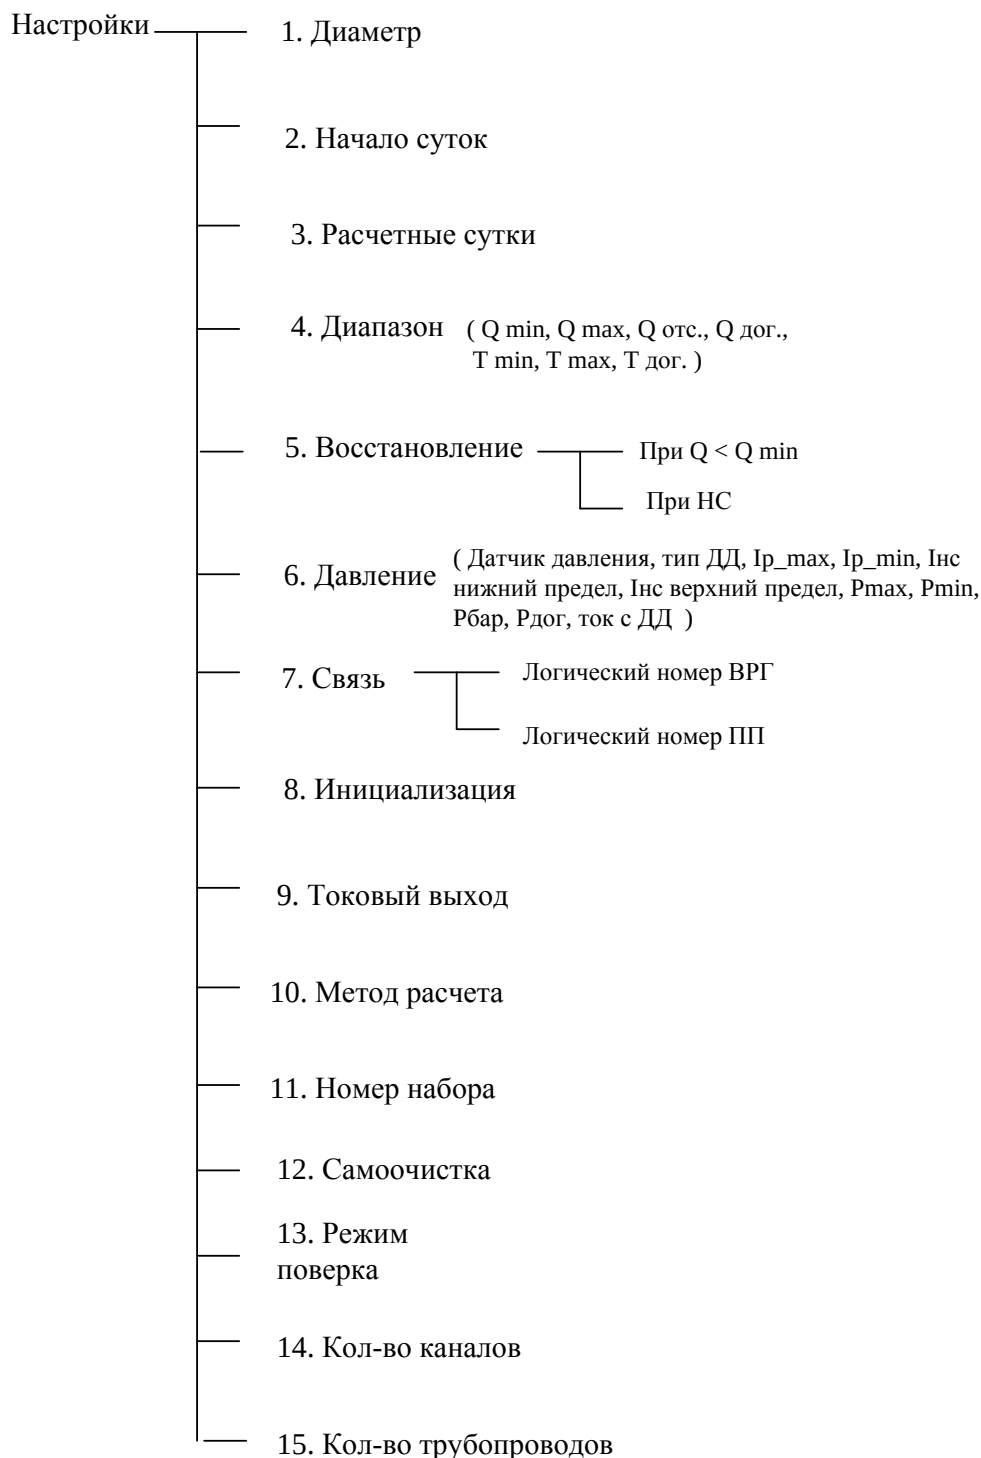

Рисунок 7
2.5.16 Пункт меню «**Настройки**» предназначен для ввода настроечных параметров объекта (рисунок 7).